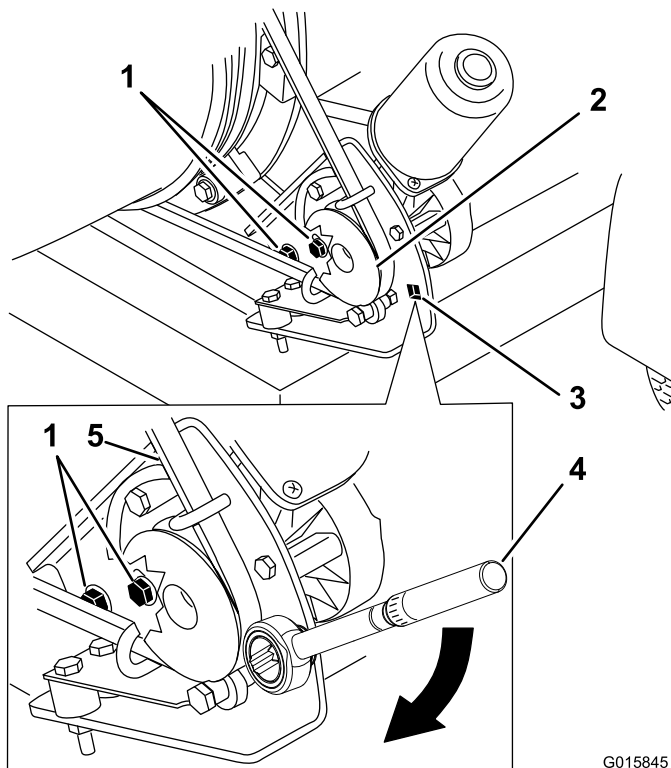

Figura 31
1. Allentate i bulloni che fissano la staffa di supporto della puleggia al telaio del soffiatore (Figura 31).
2. Posizionate una chiave torsionometrica nella staffa di supporto della puleggia (Figura 31).
3. Girare la staffa di supporto della puleggia allontanandola dall'ugello finché la chiave torsionometrica non registra un valore tra 22,6 e 26,0 Nm (Figura 31).